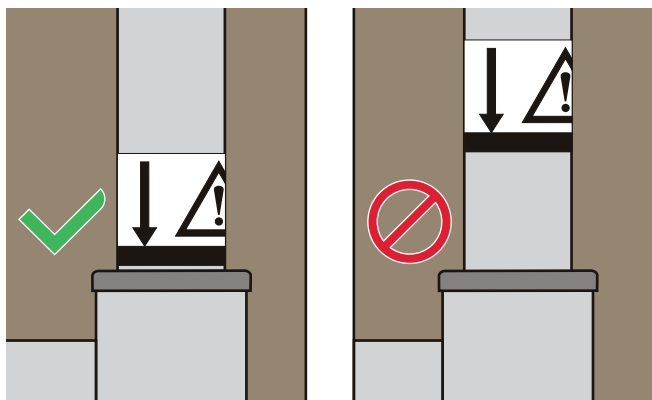

図 2
3. リフトポールが正しく取り付けられると、インジケータラインがソケット上部と平行になります。図 2 を参照してください。